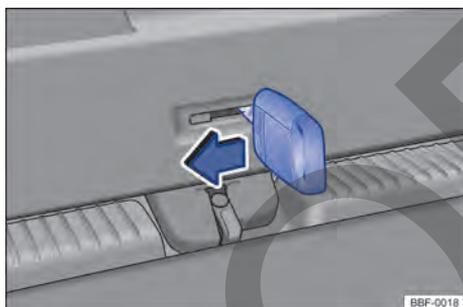

Fig. 59 En el maletero: desbloquear la tapa trasera.
- Introducir la paleta de la llave en la apertura del portón trasero → **fig. 59** y mover la palanca de desbloqueo en la dirección de la flecha. **◀**